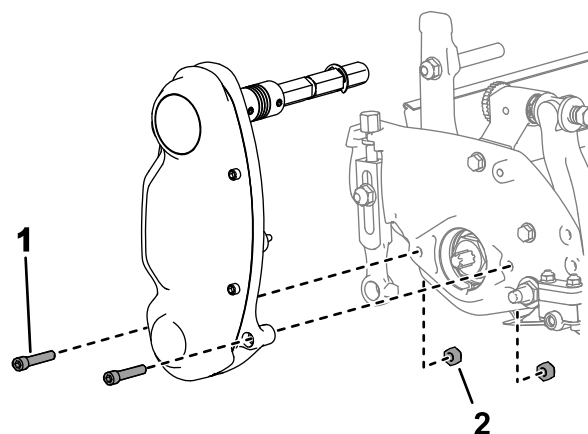

図 6
1. リール駆動アセンブリをサイドプレートに固定している部品を外す 図 6。
2. サイドプレートの内側からナットを外す 図 6。